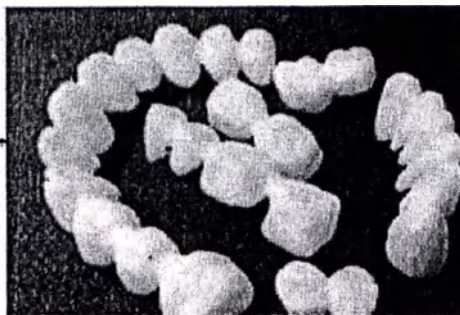

Рис. 14
- 5) Перед началом процесса спекания (синтеризации) визуально проверяется целостность изделия (рис. 14)